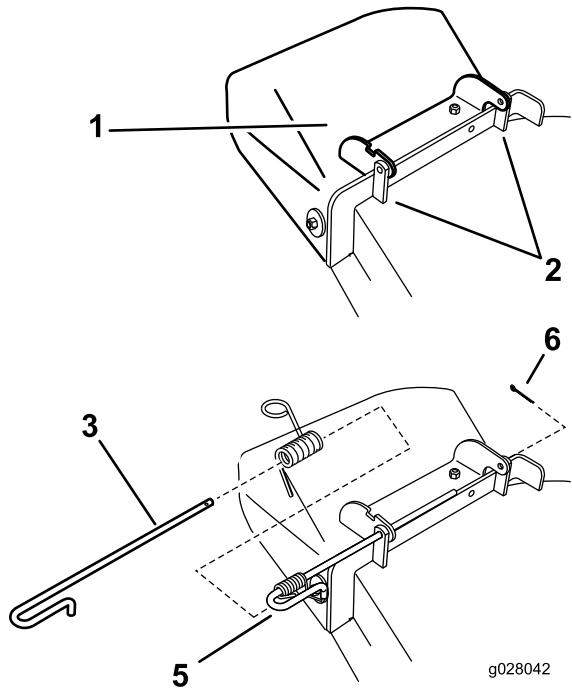

Figura 77
- Togliete la coppiglia dall'estremità dell'asta (Figura 77).
- Sganciate la molla dalla tacca presente sulla staffa del deflettore e fate scorrere l'asta per estrarla dalle staffe saldate del piatto di taglio, dalla molla e dal deflettore di scarico (Figura 77). Togliete il deflettore di scarico se è danneggiato o consumato.
3. Posizionate il nuovo gruppo deflettore di scarico con le estremità delle staffe collocate tra le staffe saldate al piatto come illustrato nella Figura 77.
7. Montate la coppiglia sull'estremità dell'asta (Figura 77).